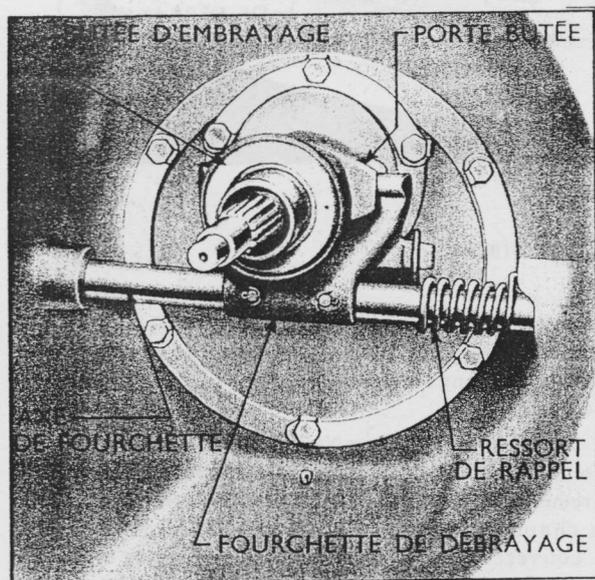

Fig. 2.
3. Faire pivoter la fourchette vers l'avant du carter d'embrayage et glisser à sa place l'ensemble butée/porte-butée, la surface de butée étant tournée vers l'extérieur; en même temps monter les bras à fente du porte-butée sur la fourchette. Faire pivoter la fourchette vers l'arrière et, après avoir accroché le bout du ressort de rappel à l'étrier coulé dans le carter, accrocher l'autre bout du ressort sur le bossage spécial de la fourchette (voir FIG. 2).